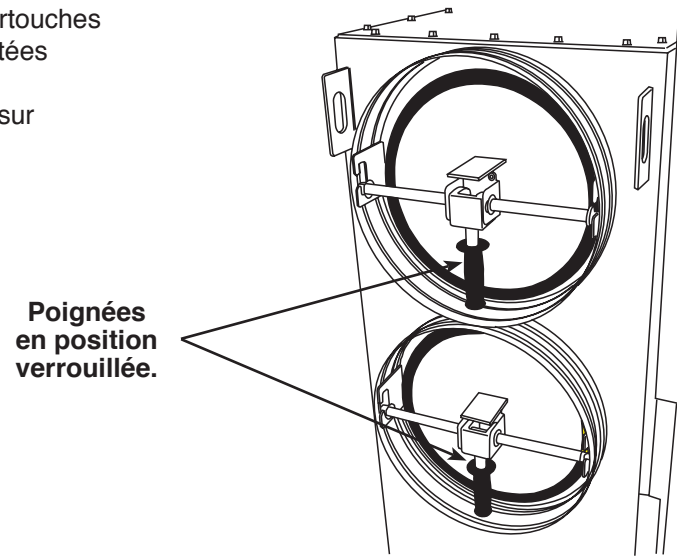

Figure 8
9. Vérifiez que les couvercles du filtre à cartouches sont bien fixés. Les poignées sont orientées VERS LE BAS lorsque les couvercles sont correctement fermés et verrouillés sur place. Voir la figure 8.